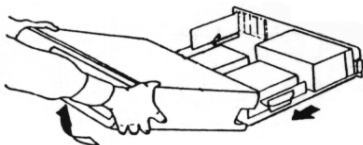

Figure 3
2. Enlevez le capot de l'ordinateur comme illustré à la Figure 3.